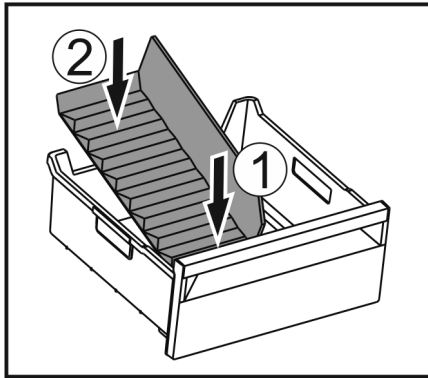

Fig. 238
- ▶ 装入冰格分隔器前部。 Fig. 238 (1)
- ▶ 将冰格分隔器后部放低至抽屉底板。 Fig. 238 (2)